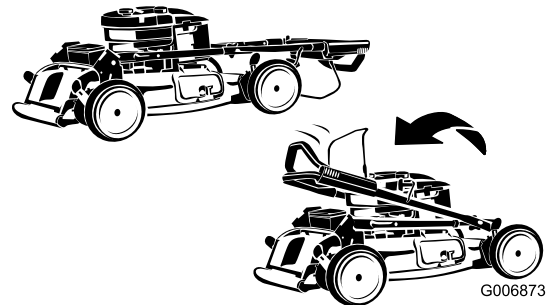

Figura 39
3. Pliegue hacia adelante la sección superior del manillar (ver Figura 39).